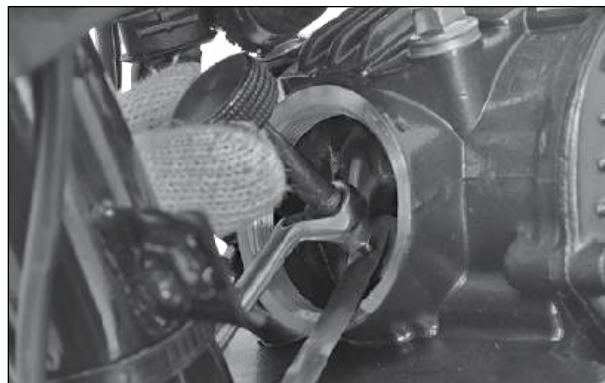

Fig. 2.54
- Ajuste a folga da válvula, utilizando a ferramenta especial. (Fig. 2.54)